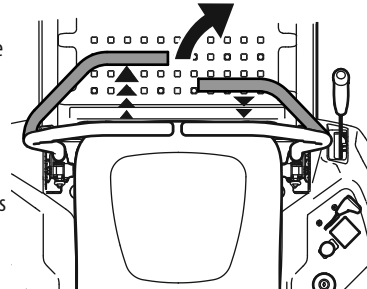

Figura 27
2. Para girar a la derecha, mueva la palanca de control de la transmisión derecha hacia atrás respecto de la palanca izquierda. Consulte la Figura 27.